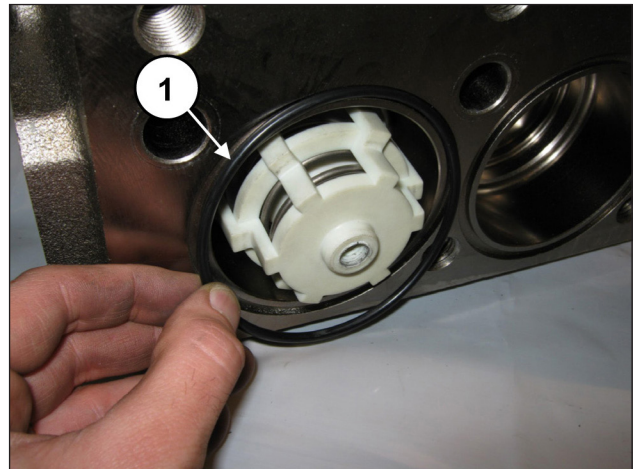

Abb. 151
Setzen Sie den frontseitigen O-Ring an den Saugventilen ein (Pos. ①, Abb. 151).